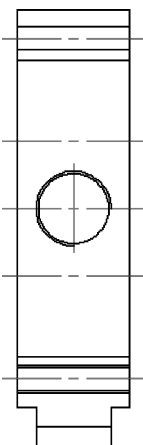

图 14-33 绘制剖视图轮廓线
(2) 绘制剖视图轮廓线。单击“默认”选项卡“绘图”面板中的“直线”按钮, 绘制两条竖直直线 $\{(191, 233), (191, 140)\}$, $\{(203, 200), (203, 180)\}$ 。将绘制的第 2 条直线放置在“中心线层”。单击“默认”选项卡“修改”面板中的“偏移”按钮, 将粗实线层的竖直直线分别向右偏移 4、20 和 24; 单击“默认”选项卡“绘图”面板中的“圆”按钮, 绘制直径分别为 14 和 16 的圆, 其中 $\phi 14$ 圆在“粗实线层”, $\phi 16$ 圆在“细实线层”; 单击“默认”选项卡“修改”面板中的“修剪”按钮, 对图形的多余图线进行修剪, 结果如图 14-33 所示。